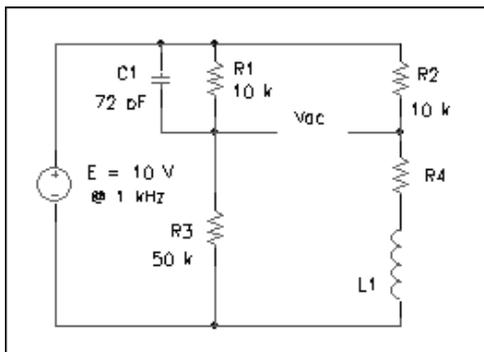

Figura 8
10.- ¿Cuál es el valor de L1 y R4 en el circuito de la Figura 8 cuando  $V_{ac} = 0$  V? Determinar el factor de calidad respecto L1 y R4.